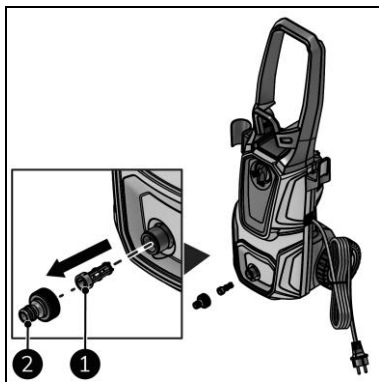

Figure 20
3. Dévissez le raccord du tuyau de jardin (figure 20, pos. 2).
4. Retirez le filtre (figure 20, pos. 1).